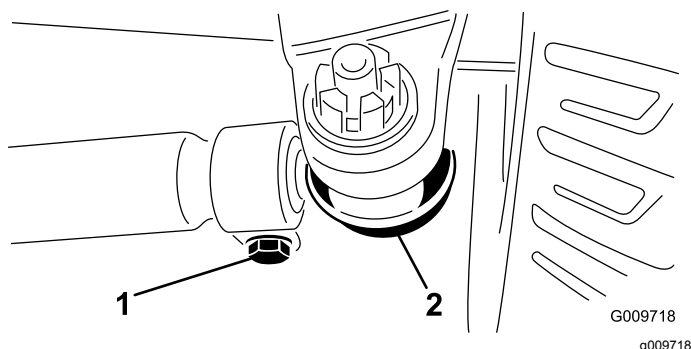

Figura 62
2. Para ajustar, retire la chaveta y la tuerca de cualquiera de las articulaciones esféricas de la biela (Figura 62). Retire la rótula de la biela del soporte del cojinete del eje.
3. Afloje las abrazaderas en ambos extremos de las bielas (Figura 62).